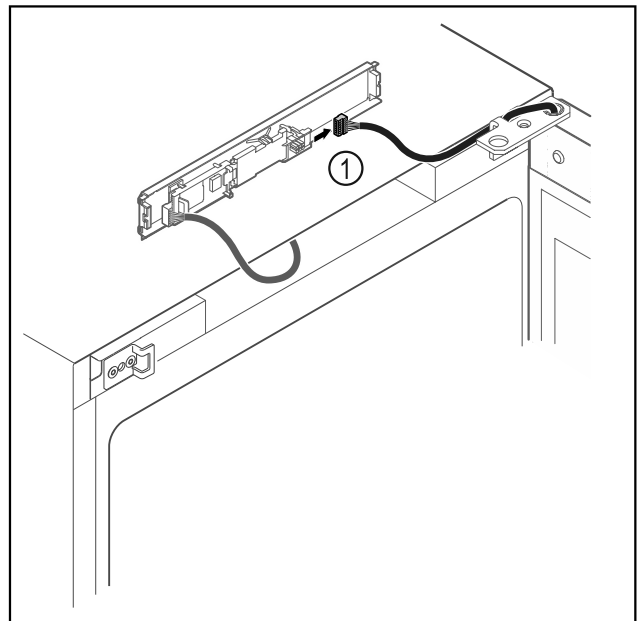

Fig. 17
- Débrancher le connecteur Fig. 17 (1) de la platine.